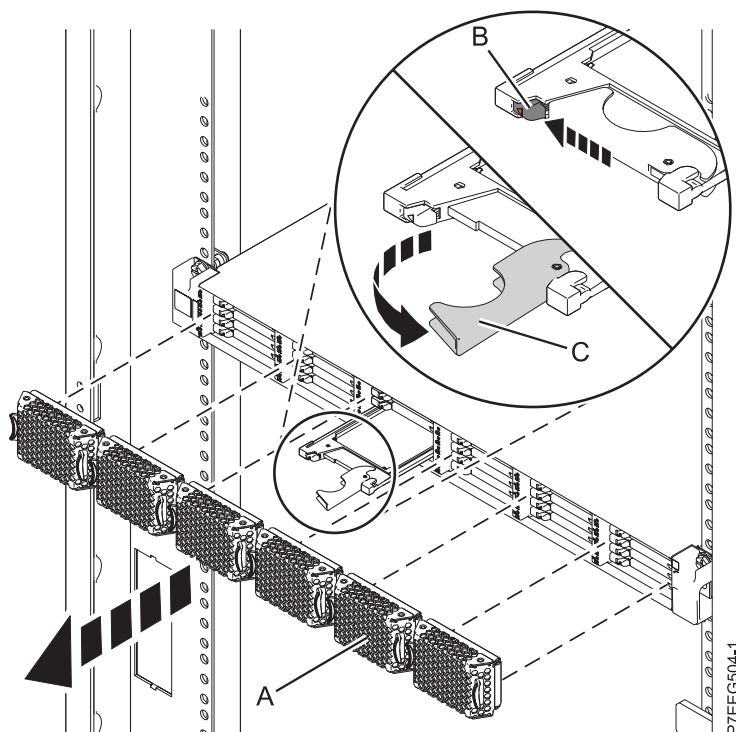

Figure 23. Retrait de l'unité SSD d'une armoire de stockage PCIe ED/R1
1. Retirez le panneau (A) qui couvre l'emplacement contenant l'unité SSD.
2. Poussez doucement le taquet de déverrouillage (B) pour déverrouiller la poignée de l'unité. Voir figure 23.